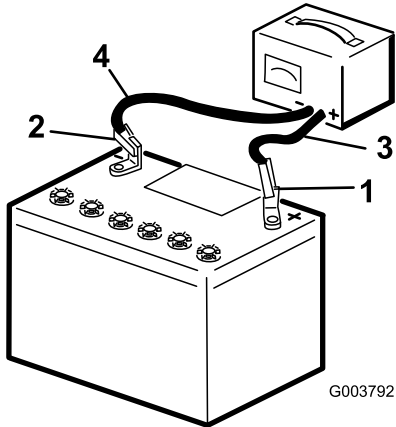

Figure 79
3. Branchez le câble négatif du chargeur de batterie à la borne négative de la batterie (Figure 79).
5. Quand la batterie est chargée au maximum, débranchez le chargeur de la source électrique, puis débranchez les fils du chargeur des bornes de la batterie (Figure 79).